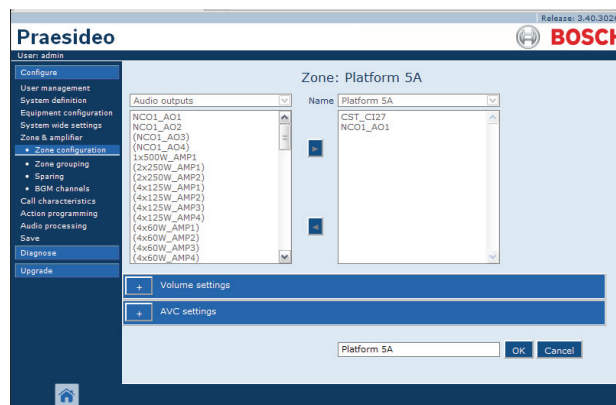

Abb. 45.8: Zone umbenennen, Schritt 3
- 3 Klicken Sie auf die Schaltfläche *Rename*, um diese Zone umzubenennen. Im Hauptframe der webbasierten Benutzeroberfläche wird ein Bildschirm angezeigt, der dem in Abb. 45.8 ähnelt.